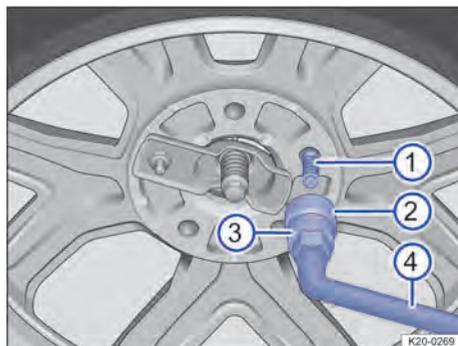

Fig. 203 Colocar o dispositivo antifurto
6. Verificar se o pino rosca-do → Fig. 203 ① é inserido por um furo para os parafusos de roda.
1. Girar manualmente no sentido horário a porca de segurança → Fig. 203 ② com o adaptador do dispositivo antifurto → Fig. 203 ③ da caixa de ferramentas no pino rosca-do → Fig. 203 ①.
2. Inserir o adaptador do dispositivo antifurto ③ e a chave de roda ④ na porca de segurança.
3. Apertar a porca de segurança com a chave de roda ④.